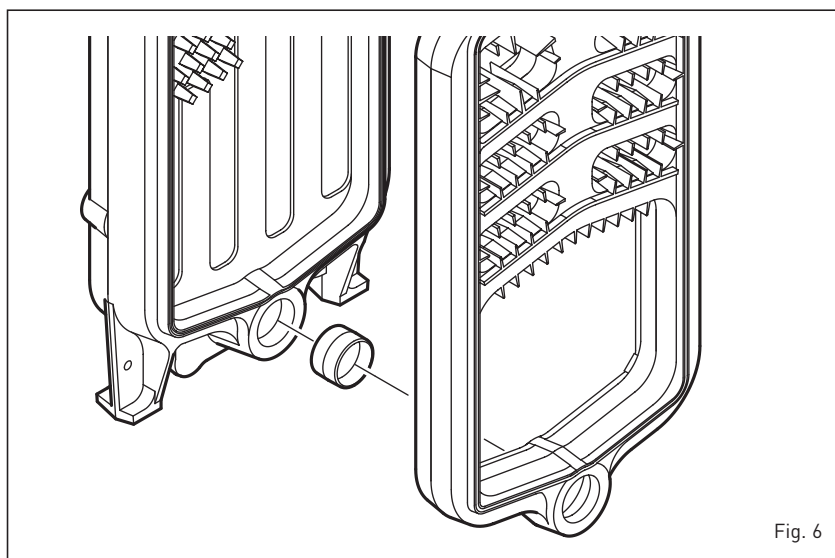

Fig. 6
- preparar la cabecera posterior, colocando los biconos (fig. 6) después de haberlos limpiado y lubricado con aceite de lino cocido;